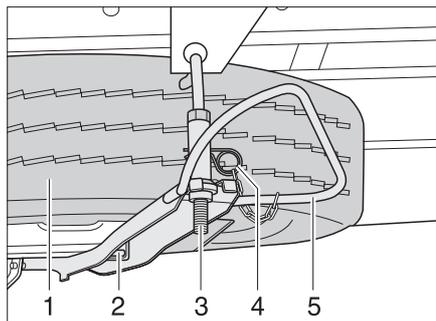

Bild 193 Ersatzrad-Halterung
- Splint (Bild 193,4) herausziehen.
- Bügel (Bild 193,5) gegen das Ersatzrad drücken und den Halter (Bild 193,3) aushängen.
- Mutter (Bild 193,2) lösen und Ersatzrad (Bild 193,1) entnehmen.